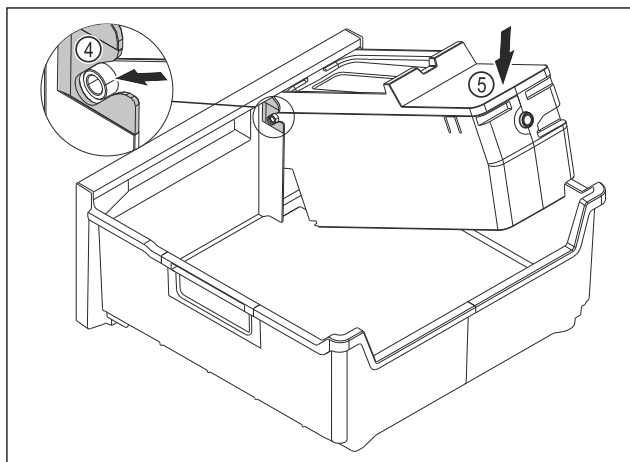

Fig. 145
- Monter le corps de l'EasyTwist-Ice : Insérer les axes du corps de l'EasyTwist-Ice dans les guides *Fig. 145 (4)*.
- Appuyer l'arrière du corps de l'EasyTwist-Ice *Fig. 145 (5)* vers le bas.